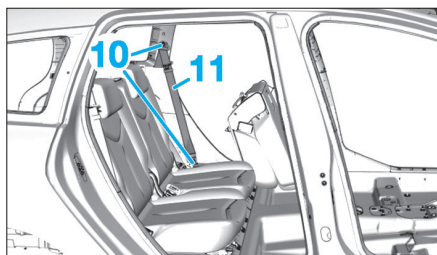

Fig. 78
- Déposer les vis (10) et dégager la ceinture de sécurité (11) (Fig.78).